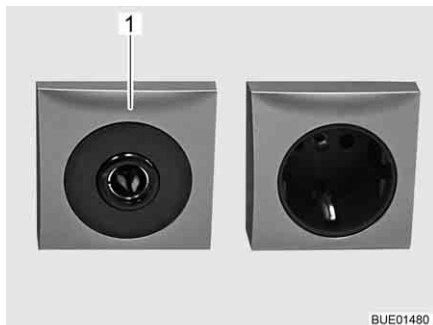

Bild 166 Uttag 12 V/10 A
- ▷ Till 12 V-nätets eluttag (Bild 166,1) får endast apparater med maximalt 10 A anslutas.